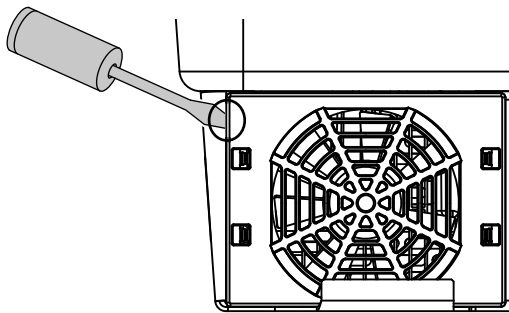

Fig. 73 : démontage de la grille du ventilateur
2. Démontez le ventilateur. Pour cela, insérez un tournevis sur le bord de la grille du ventilateur, puis exercer une légère pression. ☑ Fig. 73